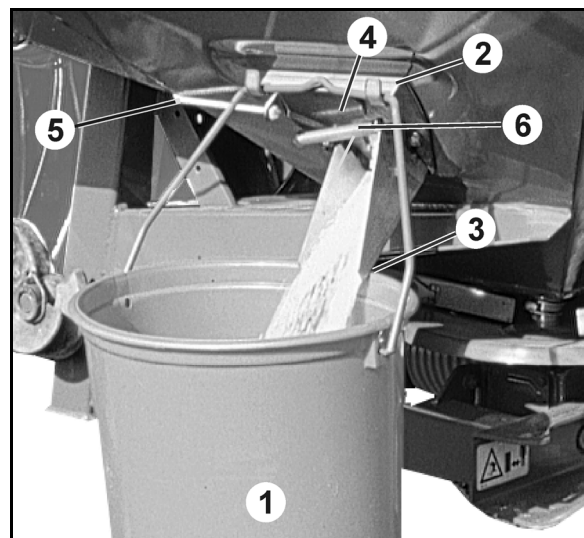

图 64
1. 用钩杆将收集容器（图 64/1）挂在支架（图 64/2）上。将收集容器卡入夹紧装置（图 64/3）中。
2. 用拉绳（图 64/5）完全打开出口槽的侧滑门（图 64/4）大约 5 秒（确保肥料均匀流动）。之后重新将收集到的肥料倒回撒肥机的料斗中。
5. 田地条件下精确驶完从起点到终点的校准距离，即：遵守规定的、恒定的作业速度。用拉绳 (图 64/5) 精准地在校准距离起点完全打开出口槽的侧滑门 (图 64/4) (拉至停止)，并在终点关闭 (在松开拉绳时，弹簧 (图 64/6) 将侧滑门拉动至关闭位置。